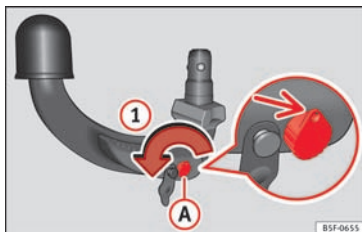

Fig. 219 Trin 1
- Drej nøglen i pilens retning ①, indtil den del af nøglen, hvori der er et hul, er placeret øverst »» Fig. 219.